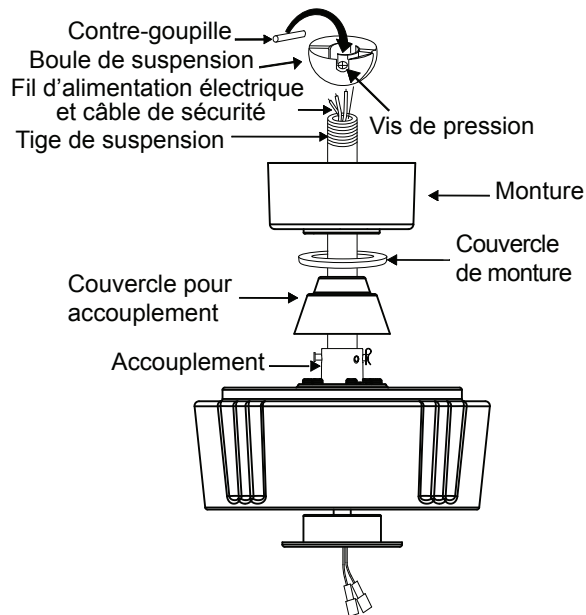

Fig. 10
Étape 8. Faites glisser le couvercle pour accouplement, le couvercle de montage et la monture sur la tige de suspension. (Fig. 10)